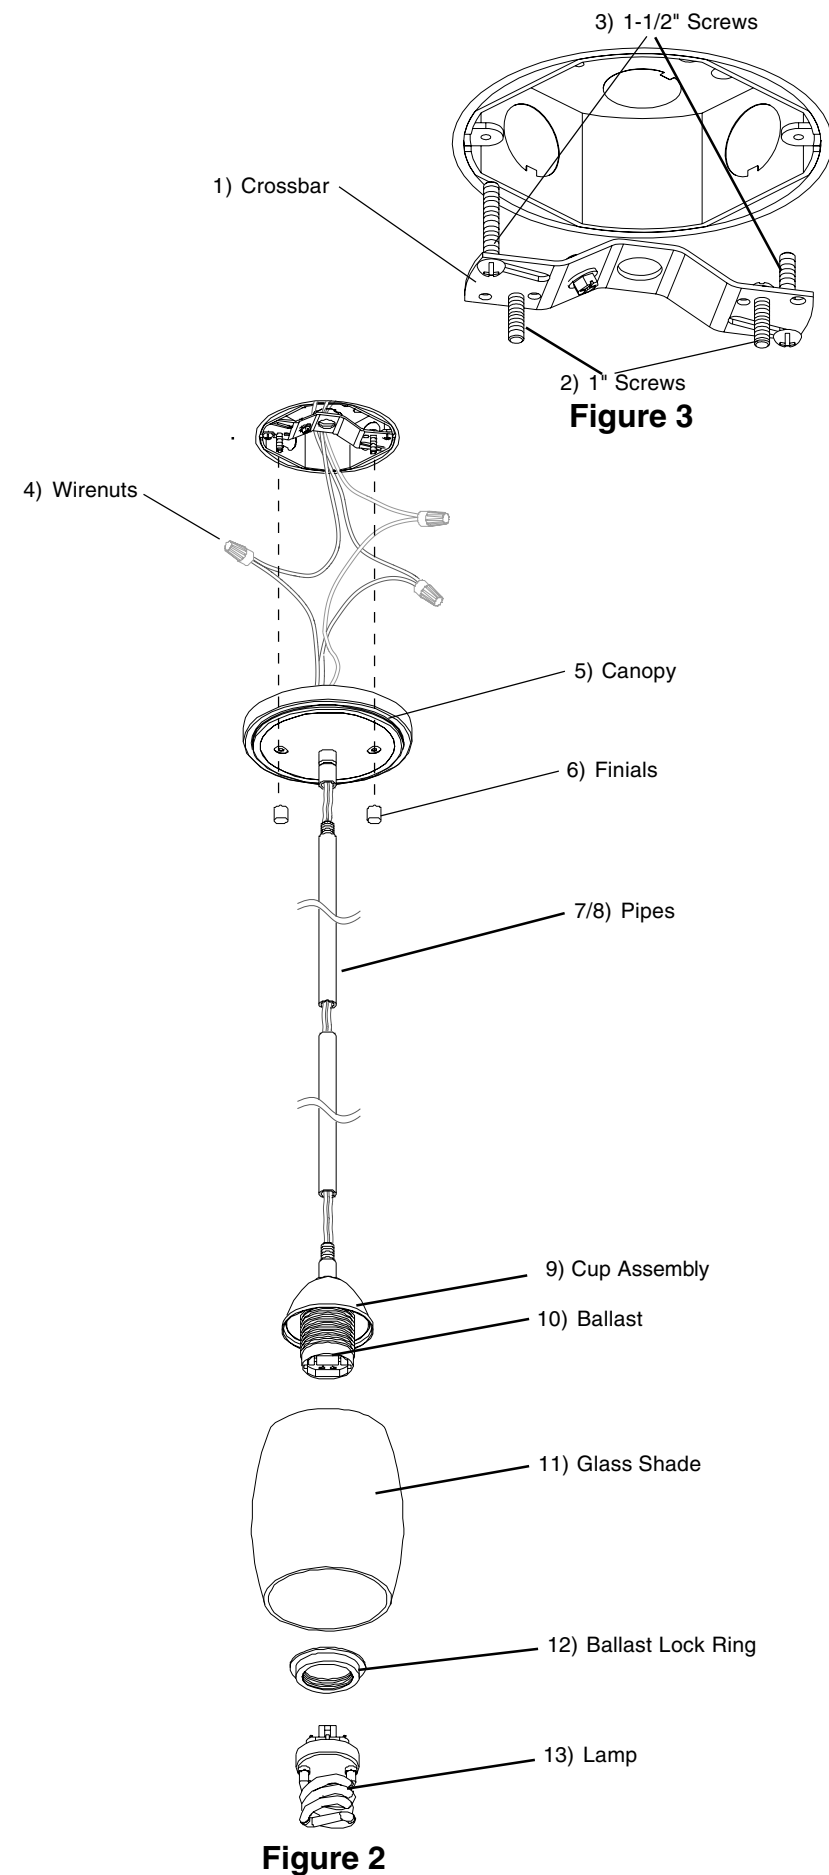

Figure 2
2. Thread fixture supply wires through Pipe (7/8) and thread Pipe onto Cup assembly (9). Continue to add Pipe pieces the same way, until you achieve desired length. (Up to 36" length or contact Technical Support to purchase additional pieces). **See Fig. 2.**
3. Thread fixture supply wires through center of Canopy (5) and thread Canopy onto end of Pipe. **See Fig. 2.**
9. Use Wirenuts to connect black fixture wire to the black power supply wire and white fixture wire to the white power supply wire. **See Fig. 2.**
11. Secure Fixture to junction box by aligning holes in Canopy over screws protruding from Crossbar and secure with Finials (6).
12. Unscrew Ballast Lock Ring (12) from the Ballast (10).
13. Place Glass Shade (11) over the Ballast and reinstall the Ballast Lock Ring.
14. Insert Lamp (13). **See Fig. 2.**
2. Encamine los alambres de suministro de electricidad a través del Tubo (7/8) y rosque el Tubo al ensamblaje de la Copa (9). Siga añadiendo piezas de Tubos de la misma manera hasta que logre la longitud deseada. (Hasta 36" longitud o llame Soporte Técnico para comprar un tallo de extensión adicional). **Vea Fig. 2.**
3. Encamine los alambres de suministro de electricidad a través del centro del Espaciador de Sobrecielo (5) y Rosque el Espaciador de Sobrecielo al extremo del Tubo. **Vea Fig. 2.**
9. Use Capuchones de Alambres para conectar el alambre negro del luminario al alambre negro de suministro de electricidad y alambre blanco del luminario al alambre blanco de suministro de electricidad. **Vea Fig. 2.**
11. Asegure el Luminario a la caja de ensambladura alineando los agujeros en el Espaciador de Sobrecielo sobre los tornillos que sobresalen de la Barra Transversal y asegure con Finials (6).
12. Desenrosque el Anillo de Cerradura del Balastro (12) del Balastro (10).
13. Coloque la Pantalla de Cristal (11) sobre el Balastro e instale de nuevo el Anillo de Cerradura del Balastro.
14. Inserte la Lámpara (13). **Vea Fig. 2.**